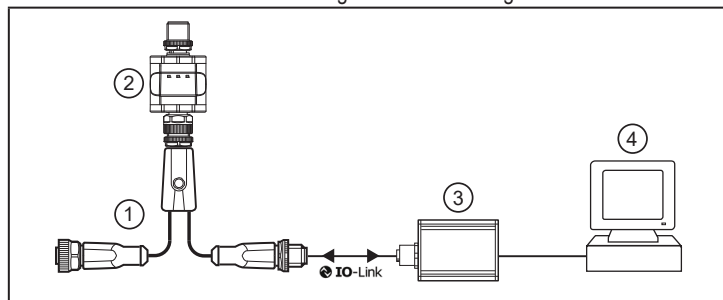

Abb. 8.1: Anschluss für Parametrierung
- ▶ Gerät gemäß Abb. 8.1 anschließen und parametrieren (→ 8).
! Für den Betrieb an einem IO-Link Device, das die automatische Ausgangskonfiguration nicht unterstützt (→ 9.1) oder wenn z. B. der Schreibschutz aufgehoben werden soll, muss das Gerät zuvor parametriert werden. Dazu muss das Gerät gemäß Abb. 8.1 angeschlossen werden.